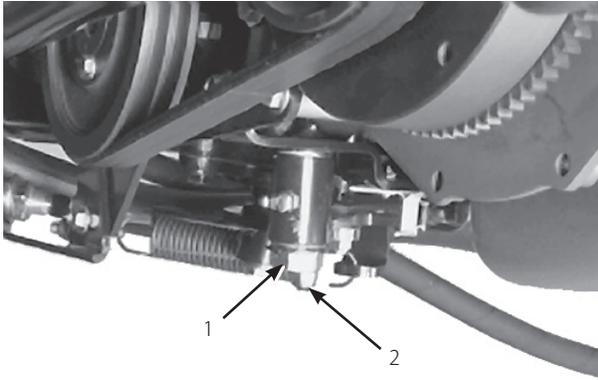

図 53
3. トラクション調整カムのロックナットをゆるめる (図53)。